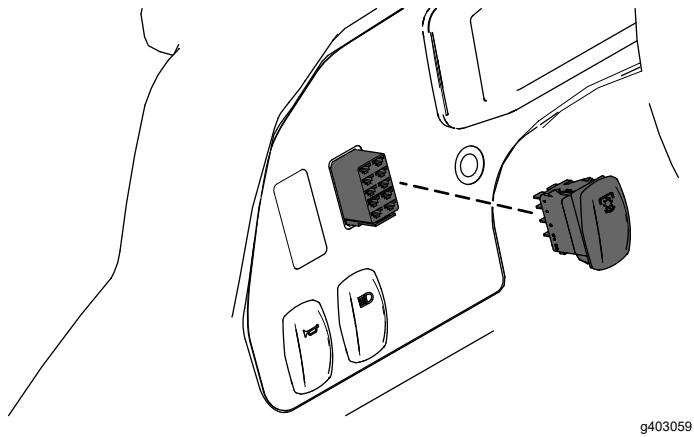

Figura 20
2. Individuate il cablaggio preassemblato etichettato IDRAULICO A FLUSSO ELEVATO con il connettore loop-back,e collegate l'interruttore al connettore (Figura 20).